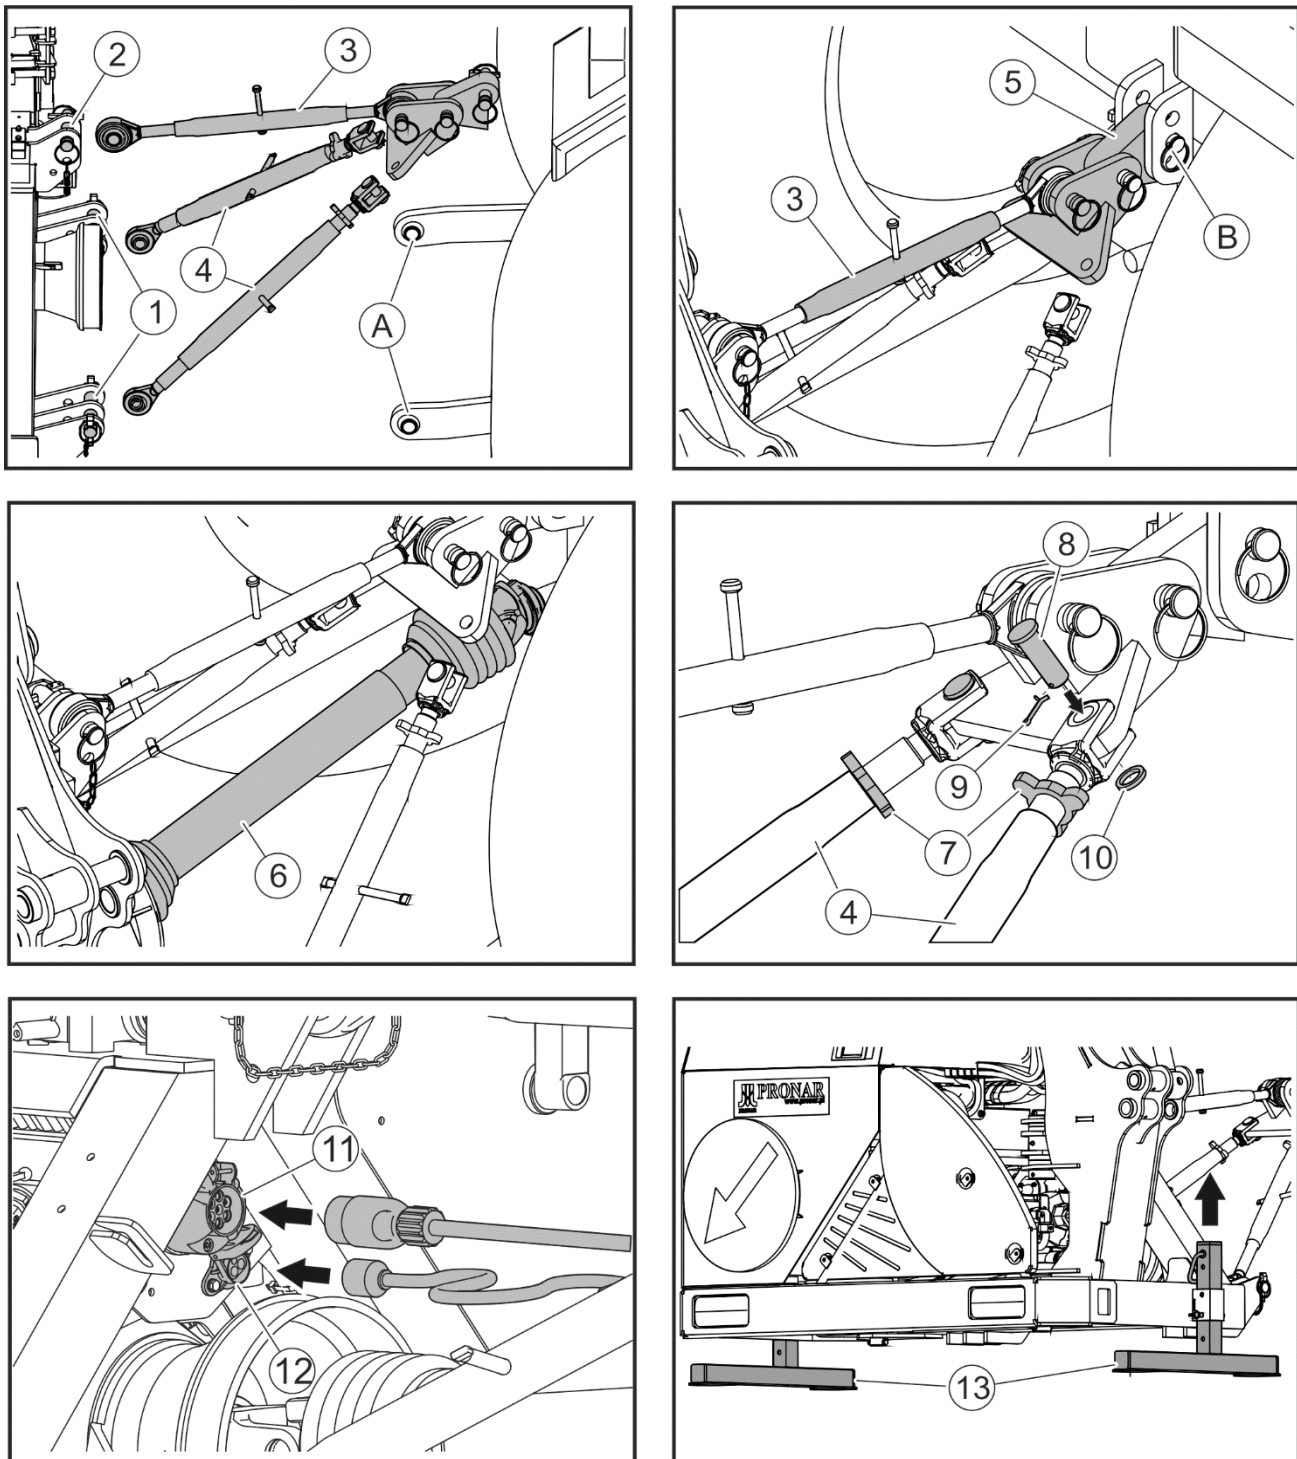
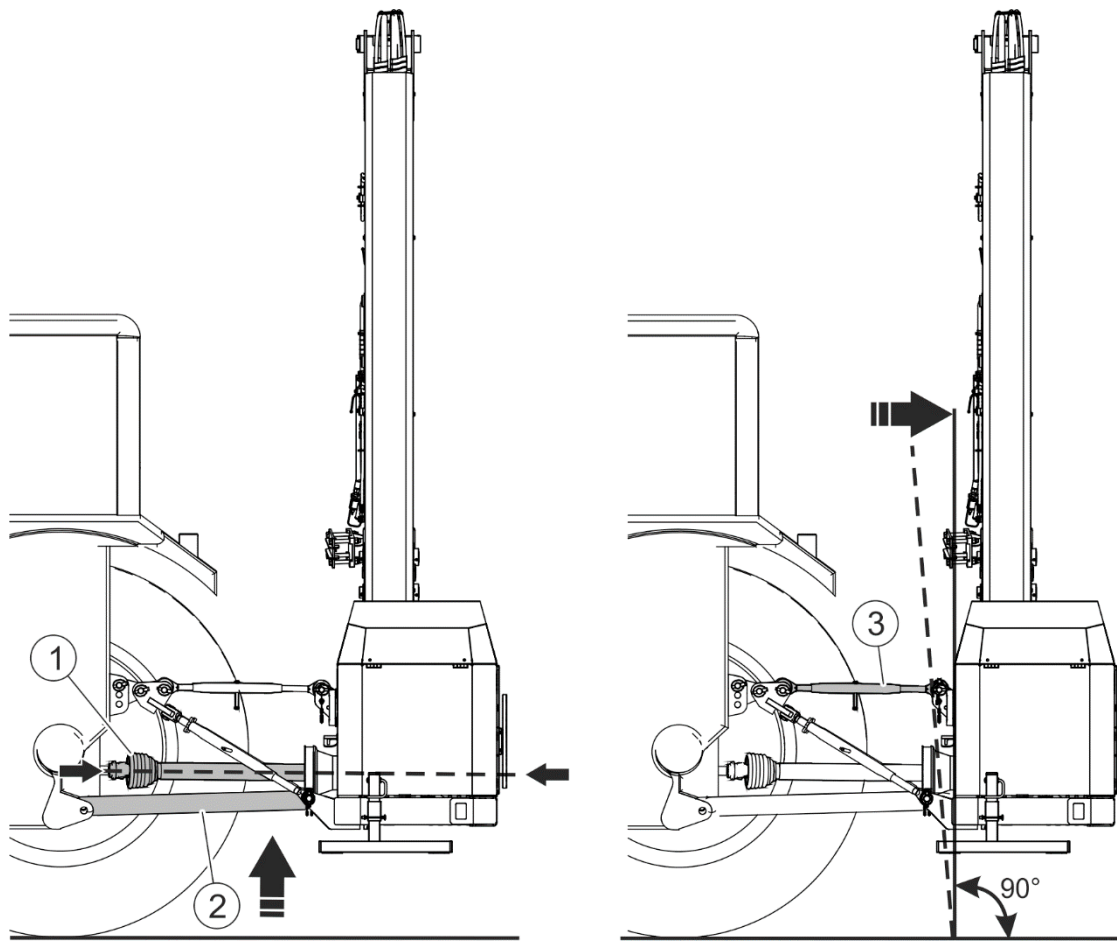

FIGURA 4.1 Conectarea brațului multifuncțional cu suportul de unelte (tractor).
FIGURA 4.2 Metoda de poziționarea brațului multifuncțional față de sol.
Pentru conectarea brațului multifuncțional cu sistemul de prindere în trei puncte (TU) al suportului de unelte (tractorului) trebuie să aplicați recomandările de mai jos (FIGURA 4.1):
- Prin deplasarea cu spatele a suportului de unelte (tractor) a se apropia cu brațele inferioare (A) TU a suportului de unelte (tractorului) către bolțurile inferioare (1) a brațului multifuncțional și să le fixați pe o înălțime egală cu bolțurile (1).
- Conectați brațele inferioare (A) TU ale suportului de unelte (tractor) și deblocați brațele inferioare (4) ale sistemului de blocare TU cu două bolțuri inferioare (1) ale sistemului de suspensie ale brațului multifuncțional. Bolțurile (1) asigurați cu ajutorul știfturilor.
- Conectați conectorul central (3) al blocării TU cu punctul superior (2) de suspensie a brațului multifuncțional.
- Reglând lungimea conectorului central (3) conectați punctul superior al sistemului de suspensie (B) TU al suportului de unelte (tractorului) cu suport (5) sistemului de blocare TU a brațului și asigurați-l cu știft;
- Conectați PDP inferior al suportului de unelte (tractorului) cu multiplicatorul brațului multifuncțional cu ajutorul arboreului de acționare (6);
- La brațele deblocate (4) sistemul de deblocare TU (FIGURA 4.1) ridicați brațul multifuncțional cu ajutorul brațelor inferioare (2) (FIGURA 4.2) inferior TU al suportului de unelte (tractorului) la o înălțime, pentru ca arborele de acționare (1) să conecteze multiplicatorul al brațului multifuncțional cu arborele PDP suportului de unelte (tractor) să se afle în poziția orizontală față de sol. Ambele brațe inferioare (2) din spate TU al suportului de unelte (tractorului) trebuie să fie poziționate pe aceeași înălțime față de sol.
(1)- arborele de acționare; (2)- brațele inferioare din spate TU al suportului de unelte (tractor);
- Nivelați poziția brațului multifuncțional cu ajutorul reglării lungimi a conectorului central (3).
- Blocați sistemul de suspensie TU fixând furculițele brațelor (4) (FIGURA 4.1) către suportul de blocare TU cu ajutorul bolțului (8). Bolțurile trebuie să fie asigurate cu ajutorul știfturilor (9). Blocați lungimea stabilă a brațelor (4) blocadei TU cu ajutorul piulițelor de blocare (7).
- Conectați priza electrică 7-pini (11) (FIGURA 4.1) sistemului de alimentare lămpilor și prizei electrice 3-pinuri (12) de alimentare ventilatorului al radiatorului de ulei și